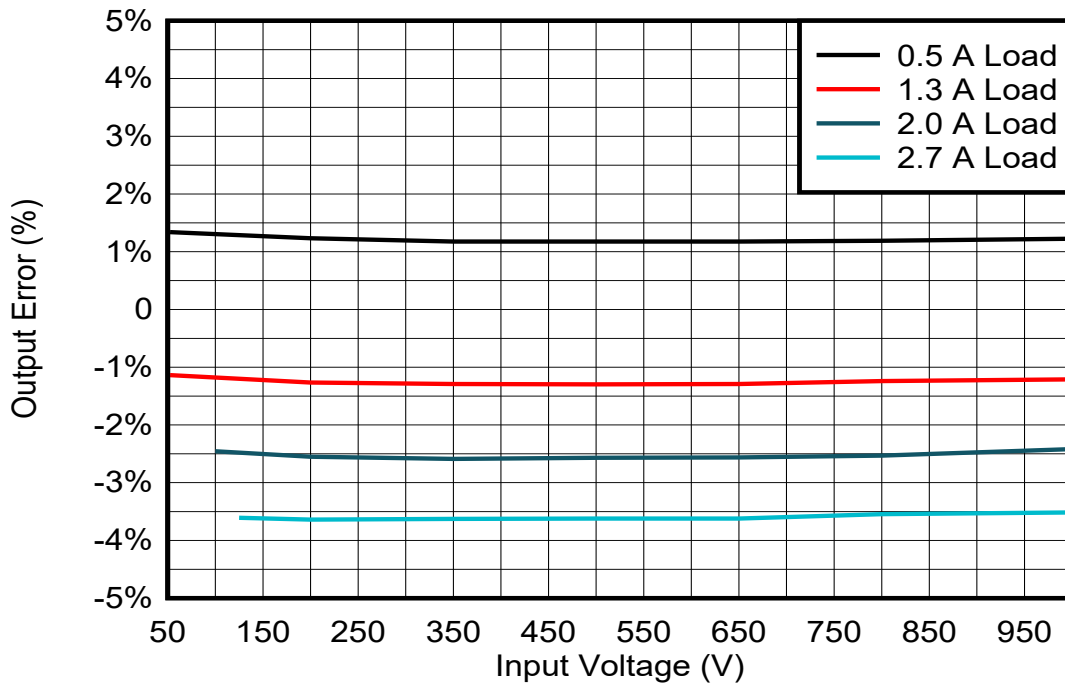

图 5-6. UCC28C56EVM 线性调整率，各种负载
6. 在 50V 下打开 VIN 电源。示波器应触发并生成图 5-6 所示的波形。如果您的结果与图 5-6 相同, 表明 EVM 到目前为止运行正常。如果您的结果与图 5-6 不同, 请停止。在 50 VIN 下对 EVM 进行故障排除。直到完成故障排除后, 再增加 VIN。